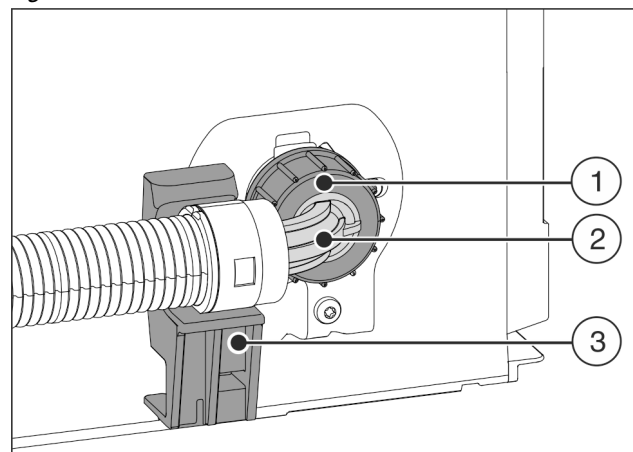

Fig. 23
- Posizionare l'estremità angolata del tubo Fig. 23 (2) in orizzontale sul supporto Fig. 23 (3) e fissare.
- Avvitare a mano il dado Fig. 23 (1) sul filetto finché non è perfettamente in sede.